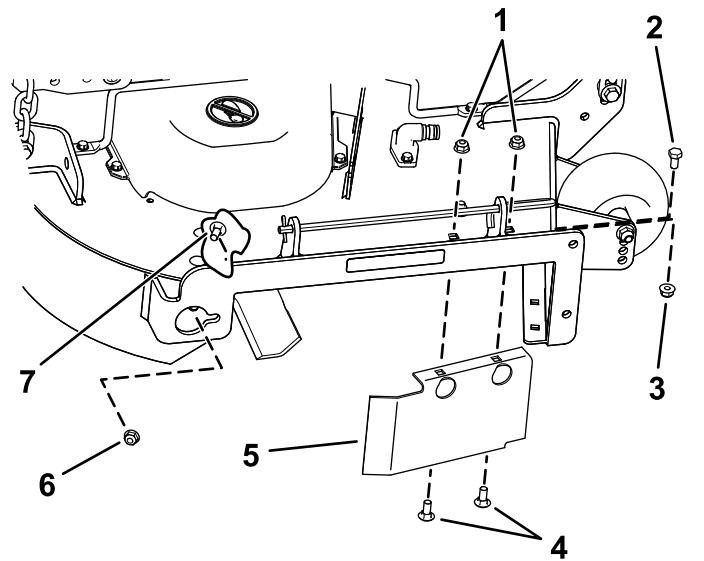

Figure 18
8. Sur la paroi arrière du plateau de coupe, retirez le boulon de carrosserie (5/16" x 3/4") et le contre-écrou (5/16") qui fixent le déflecteur au plateau (Figure 18).
9. Localisez la protection du déflecteur sur le bord avant de l'ouverture d'éjection latérale (Figure 18).
10. Retirez les fixations qui maintiennent la protection du déflecteur et le déflecteur droit sur le plateau de coupe (Figure 18).
- 13. Placez les fixations retirées précédemment dans les trous avant de la plaque d'éjection et le trou à l'avant du plateau de coupe (Figure 18).